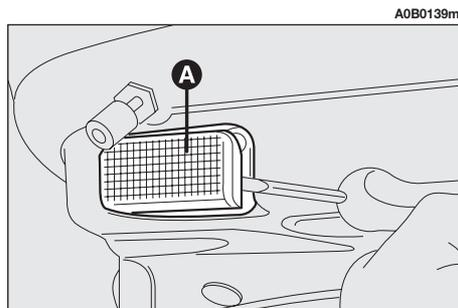

fig. 57
- Estrarre la plafoniera (**A-fig. 57**) facendo leva con un cacciavite a lama piatta nel punto indicato.